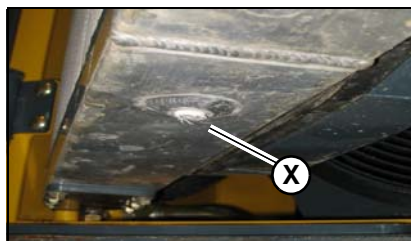

Figura 106 – Drenagem do radiador
5. Remova o bujão de drenagem do radiador (X, Figura 106) por baixo do radiador e deixe o líquido de refrigeração escorrer para o recipiente.